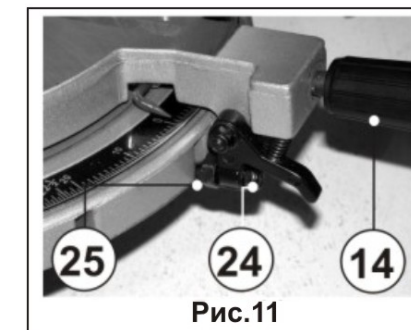

Рис.11
11.1.1. Поверните стол (10), Рис.1, на 0°, в положение прямого пиления и, убедившись в том, что плунжер (13), Рис.3, установлен в фиксатор 0°, затяните ручку фиксации (14), Рис.11.
11.1.4. Если необходима регулировка, ослабьте ручку фиксации поворотного стола (14), Рис.11, на один оборот. Ослабив контргайку (24), вращайте эксцентриковую гайку (25) влево или вправо, затем затяните контргайку (24).